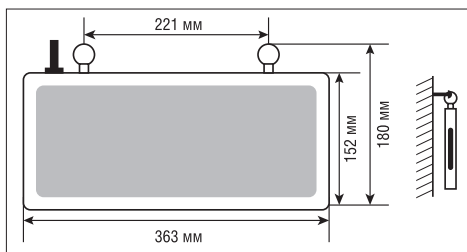
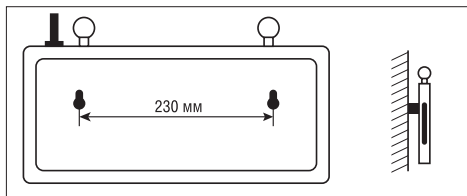

Рисунок 1.
Рисунок 2.
- При накладном способе монтажа подготовьте два отверстия по месту установки согласно расположению монтажных отверстий светильника. Установите саморезы в отверстия. Установите светильник на стену с помощью монтажных колец в верхней части светильника (Рис.1) или с помощью монтажных отверстий на задней стенке светильника. (Рис.2)\*.